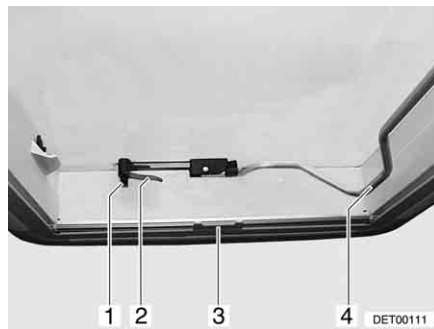
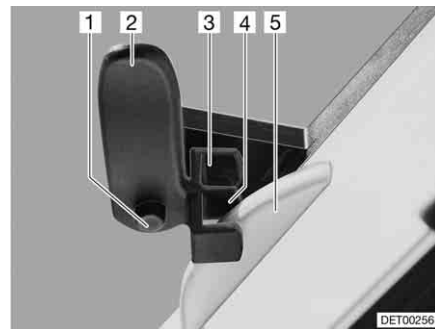

Fig. 70 Lanterneau Heki, fermé
Fig. 71 Lanterneau Heki en position de ventilation 1
- Appuyer sur le bouton de sûreté (Fig. 70,1) et tourner d'un quart de tour vers l'intérieur le levier de verrouillage (Fig. 70,2).
- Tirer l'étrier (Fig. 70,4) vers le bas, hors du dispositif de blocage.
- Tourner le levier de verrouillage (Fig. 70,2 et Fig. 71,2) d'un quart de tour. Le nez du dispositif de verrouillage du toit (Fig. 71,5) doit s'enclencher dans la fourche de verrouillage (Fig. 71,3).
- Enfoncer le bouton de sûreté (Fig. 71,1) et remettre le levier de verrouillage (Fig. 71,2) dans sa position initiale. Le nez du dispositif de verrouillage du toit (Fig. 71,5) doit s'enclencher dans la fourche de verrouillage (Fig. 71,4) inférieure.